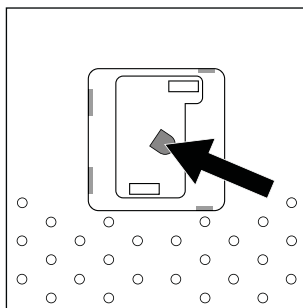

Fig. 2
3. Partikelsensorens linse sidder til venstre (se fig. 2). Rengør dem med en tør vatpind eller med en blød, tør klud.